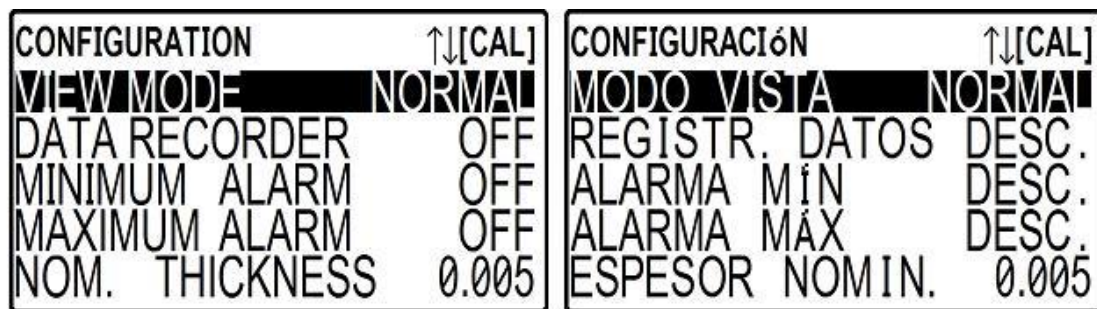

Figura 42: Pantalla de "CONFIGURACIÓN" (CONFIGURATION).
- a) Encontrándose ya encendido el instrumento, presione la tecla  dos veces para entrar a la pantalla de "CONFIGURACIÓN" (CONFIGURATION) del instrumento; entonces la pantalla aparecerá como se muestra en la Figura 42.